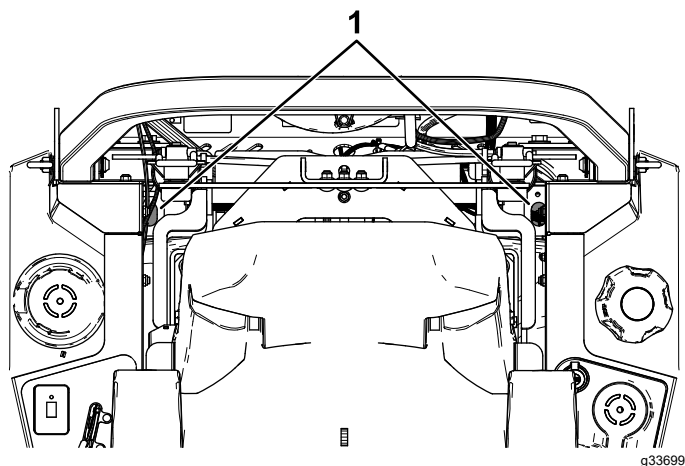

Figura 72
4. Utilice una extensión y una llave de vaso de 7/16" para acceder al tapón de ventilación desde la parte superior de la máquina a través de los orificios situados cerca de los soportes de la barra antivuelco (Figura 72).